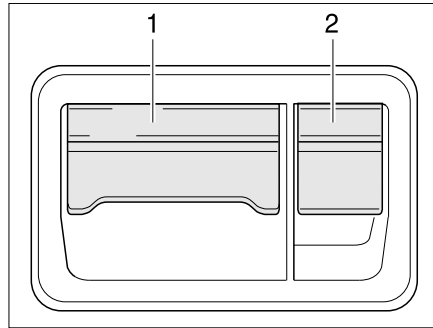
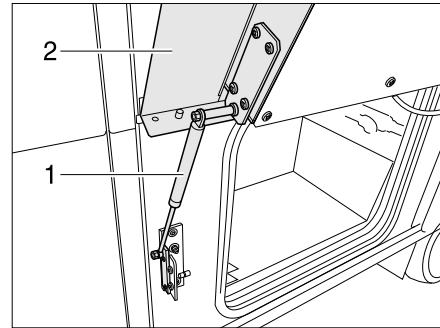

Bild 43 Klappenschloss mit separatem Schließzylinder
Bild 44 Außenklappe, geöffnet
- Am Schlossgriff (Bild 43,1) ziehen. Die Außenklappe schwingt nach oben und wird von der Gasdruckfeder gehalten (Bild 44).
- Abdeckung (Bild 43,2) nach oben klappen.
- Außenklappe (Bild 44,2) gegen den Widerstand der Gasdruckfeder (Bild 44,1) nach unten drücken.